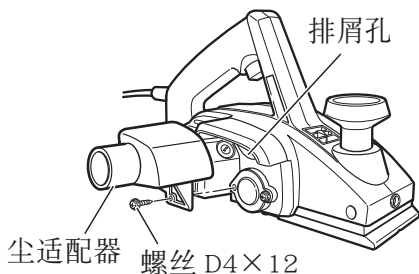

图 21
- (2) 安装尘适配器并用所附的螺丝 D4×20 固定。(图 21)